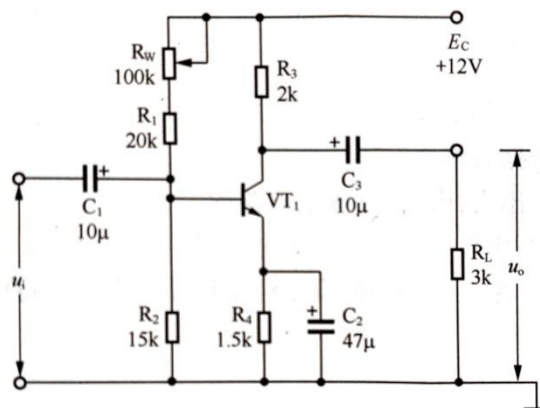

图 5.10 共射极分压式单级放大电路图
如图 5.10 所示为晶体管单级共射放大电路,其偏置电路为分压式电流负反馈形式,具有自动调节静态工作点的能力,当环境温度变化或更换晶体管时,能使工作点保持基本不变。当在放大器输入端输入一个交流低频小信号,在放大器的输出端可以得到一个与输入信号相位相反幅度被放大的不失真的输出信号,从而实现了低频小信号的电压放大。
对于图 5.10 所示电路,静态工作点由下式估算:
(2)安装电路:按照图5.10所示的电路,安装并用导线连接元件。要求元件排列整齐,密度匀称,避免互相重叠,按照电路图中信号传输方向顺序逐个连线,连接线应短并尽量避免交叉,对电解电容器应注意接入电路时的正、负极性;元件上的标称值字符朝外以便检查电源 $E_c$ 应接在大信号一侧。